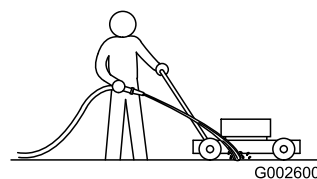

Figura 42
1. Con el motor en marcha sobre una superficie plana pavimentada, dirija un chorro de agua hacia delante de la rueda trasera **derecha** (Figura 42).